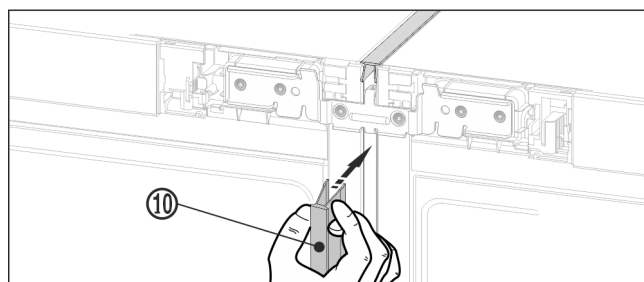

Fig. 21 *
- ▶ Długą listwę zakrywającą Fig. 21 (10) wcisnąć z przodu do pionowej szczeliny. Należy zwracać uwagę na to, by listwa opierała się o blachę tączącą.*